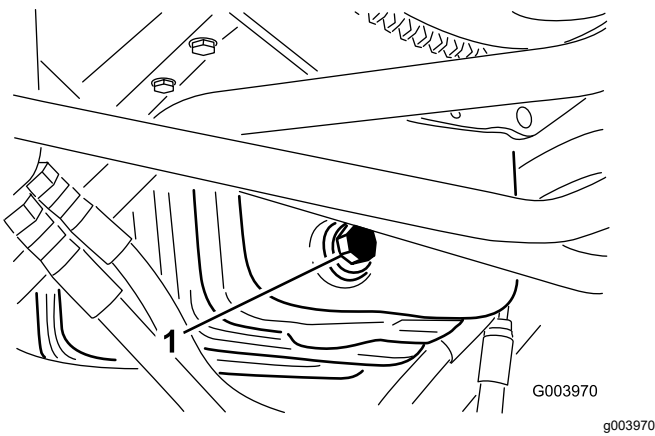

Figure 78
1. Retirez le bouchon de vidange (Figure 78) et laissez couler l'huile dans un bac de vidange.